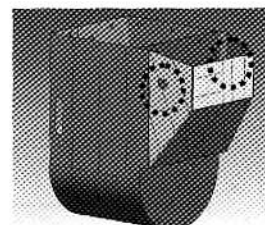

図1 現在量産されている板金部品のデータ
①部品の機能を損なわず、かつプレス化するメリットを引き出して形状を検討する。具体的な利点は、板金の場合は別部品である「取付座面」などの部品を絞り形状に取り入れ、部品点数を削減できる点にある。図1に現行品を示したように、板金部品5点で構成されている。なお、図中の○囲み部にはブラケットが隠れている。